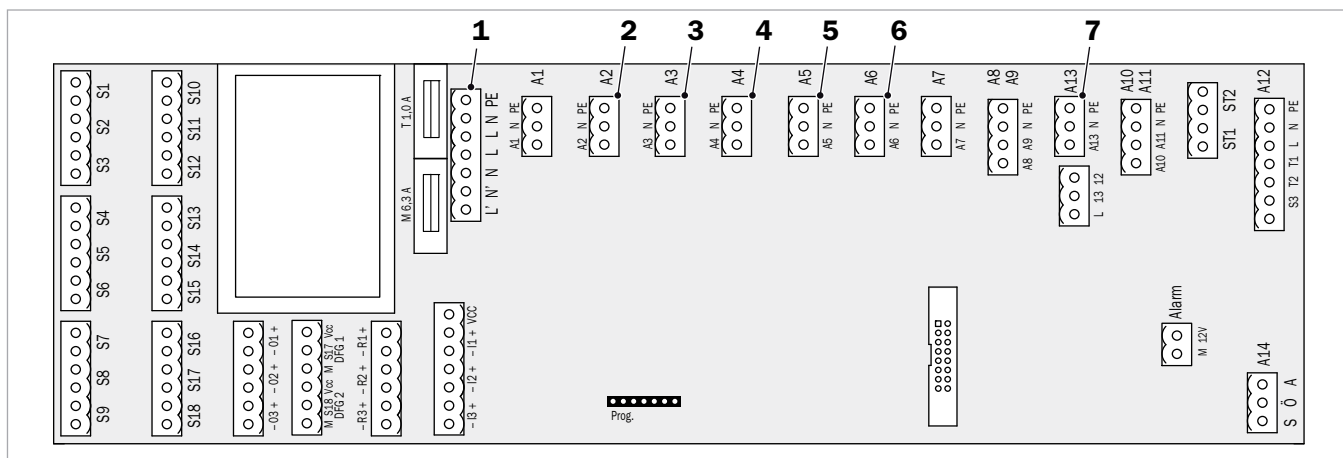

Fig. 20: Módulo de red
2. Saque el conector (1) del módulo de red ( → fig. 20) y conéctelo en (1) del árbol de cables para casos de emergencia .